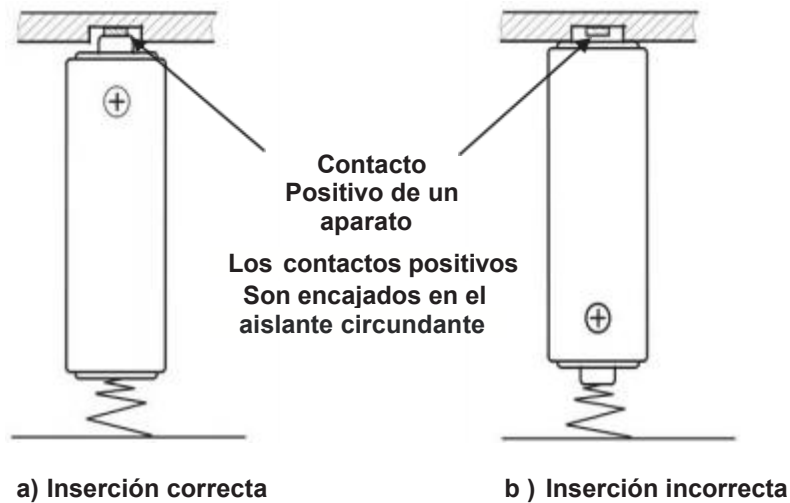

Figura 1 - Ejemplo de diseño de un contacto positivo de un aparato
15.2 Para superar los problemas asociados con la colocación revertida de una batería, se debe considerar un escenario de diseño del dispositivo que no permita que las baterías sean instaladas incorrectamente, o que si son instaladas incorrectamente, no hagan contacto eléctrico (Ver figura 1).